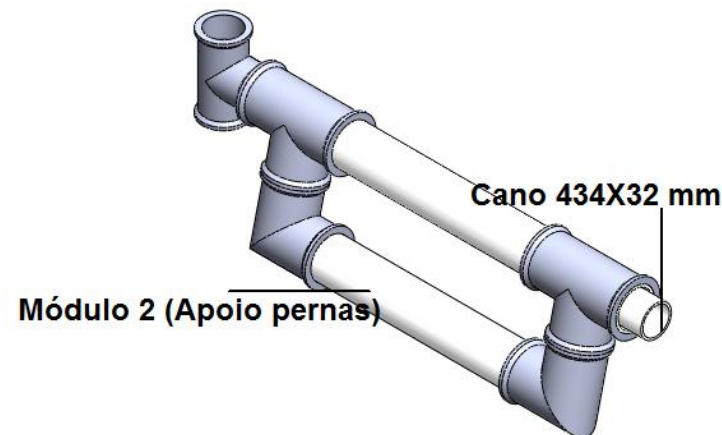

Figura 33. Montagem Final – Passo 6
- Passo 6: Coloque o Módulo 2 (Apoio pernas) no cano 434X32 mm do conjunto montado no passo 5, como mostrado na figura 33 (1 unidade);